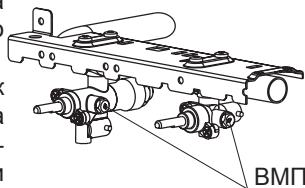

рис. 12
15.2. Проведение замены винтов малого пламени (ВМП) в кранах горелок стола и духовки (рис. 12, 13):